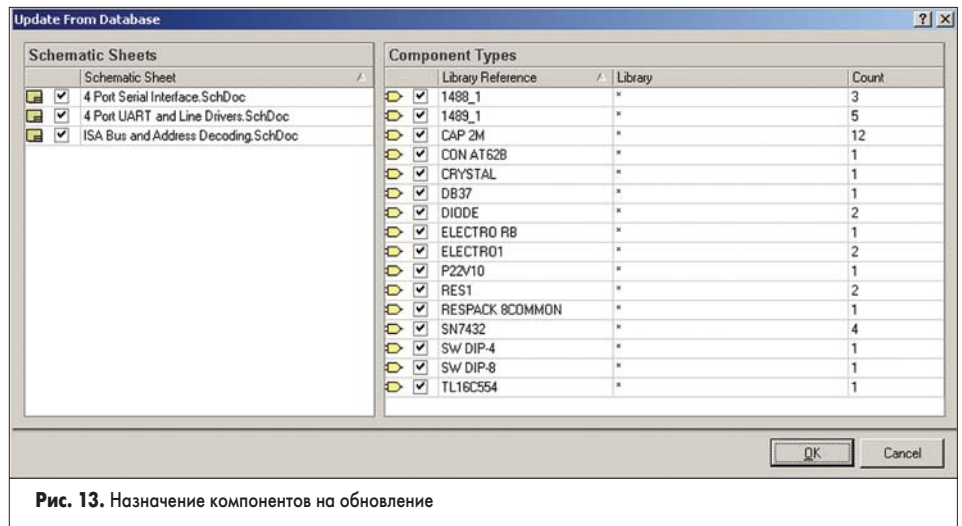

Рис. 13. Назначение компонентов на обновление
На экране появится окно Update from Database (рис. 13), в левой части которого приведен список использованных в проекте принципиальных схем, а в правой — список компонентов, приведенных на выделенных листах. Убирая «галочку» напротив имени схемы или компонента, можно исключить его из процесса обновления.
3. Вернемся в редактор схем системы Protel DXP команду меню Tools/Update from Database. На экране, как и раньше, появится окно Update from Database (рис. 13).